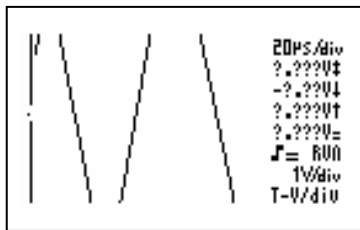

Fig 64
- Si la señal desaparece de la pantalla o si está demasiado pequeña para mediciones dB, la pantalla indicará '???' (fig. 64).